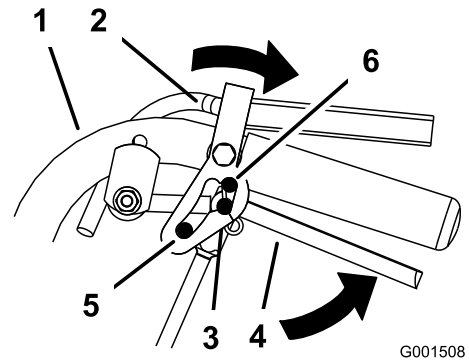

Figura 9
2. Ponga los dedos pulgar en la parte superior de los cierres y muévalos hacia atrás (Figura 9).